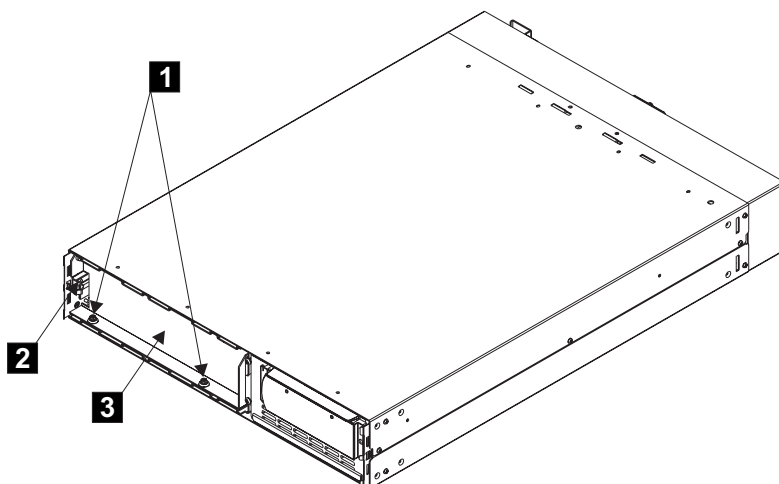

図 294. バッテリー保持ブラケットの取り外し
- c. ブラケットの左端にある 2 個のボルト **1** と追加ナット **2** を取り外します。718 ページの図 294 を参照してください。